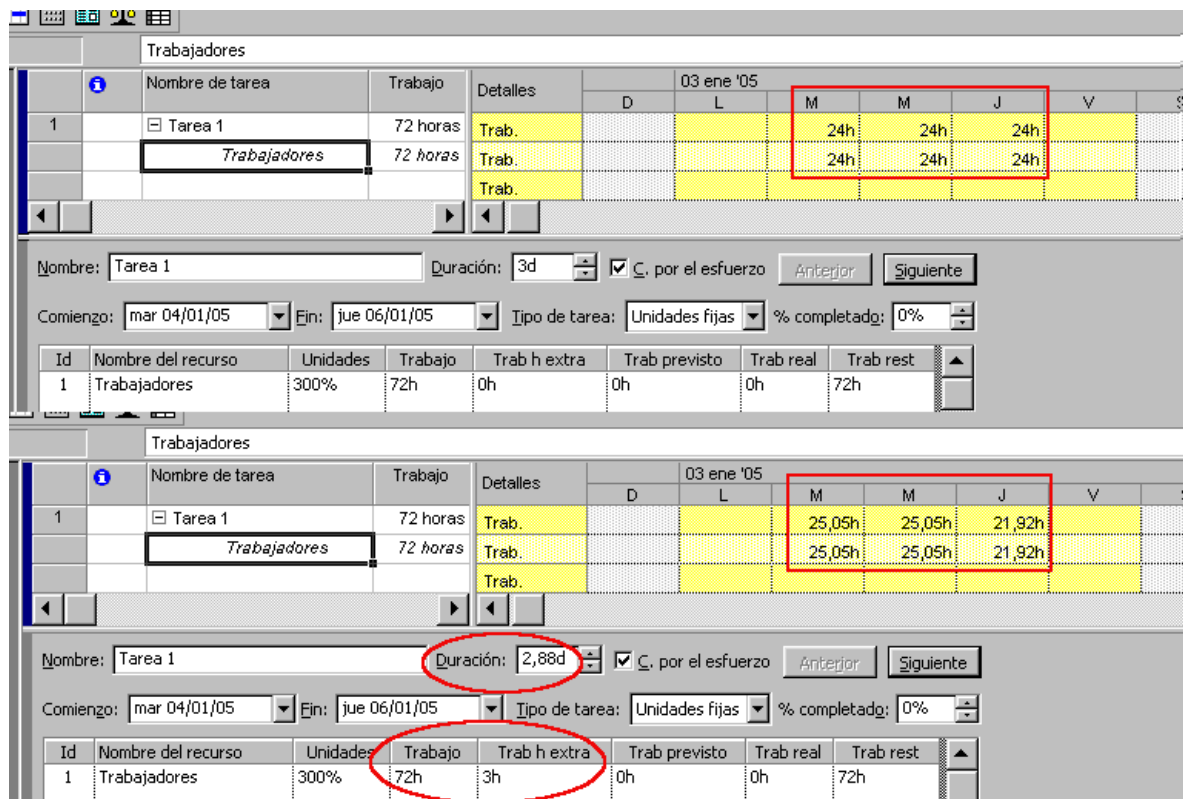

Imagen 47: Uso de las horas extras.
- Elijan la vista *Uso de tareas*, dividan la pantalla con el menú Ventana – Dividir y en la parte de abajo, con el botón derecho del ratón elijan la tabla *Trabajo del recurso* (ver la Imagen 47, parte superior).